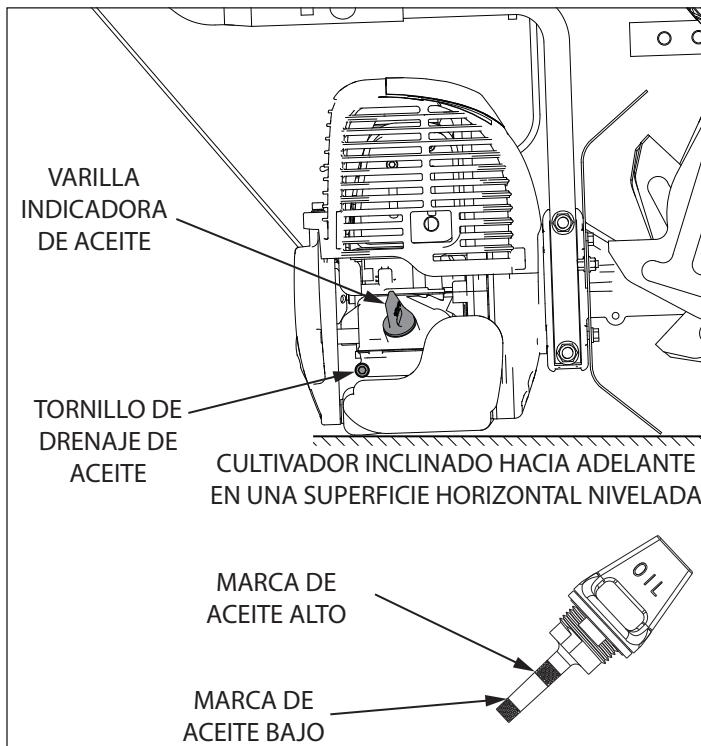

FIGURA 3
Asegúrese de que el motor esté ubicado sobre una superficie nivelada antes de revisar o volver a llenar con aceite. La posición adecuada para comprobar el nivel de aceite o rellenar el aceite es boca abajo, con el tanque de gasolina del cultivador MC440 en una superficie horizontal. **CONSULTE LA FIGURA 3**
4. Destornille y revise la varilla indicadora. Si la varilla no muestra aceite, rellene para que el nivel de aceite aparezca entre las marcas alta y baja de la varilla indicadora. **CONSULTE LA FIGURA 3**